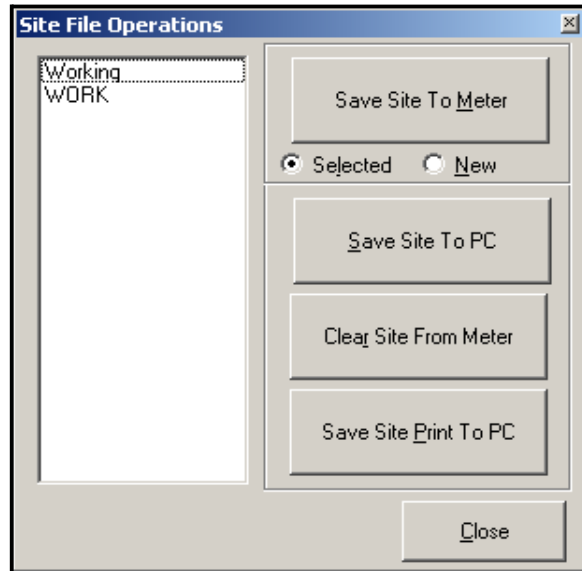

Figura 51: Finestra Operazioni sul file del sito
3. Fare clic sul pulsante [File del sito]. Si apre la finestra *Site File Operations* (Figura 51).
1. Evidenziare il sito desiderato nel riquadro di sinistra. (Vedere Figura 51 a pagina 124).